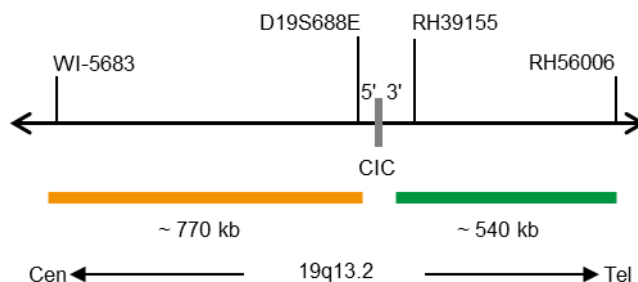

Fig. 1: SPEC CIC Mapa de la sonda (no está a escala)
- Polinucleótidos marcados en verde (excitación a 503 nm/emisión a 528 nm) ZyGreen (~10 ng/μl), dirigidos a secuencias localizadas en 19q13.2* (chr19:42,835,047-43,374,575) distales a la región del punto de ruptura de CIC (ver Fig. 1).
- Polinucleótidos marcados en naranja (excitación a 547 nm/emisión a 572 nm) ZyOrange (~4,5 ng/μl), dirigidos a secuencias localizadas en 19q13.2* (chr19:41,980,301-42,751,339) proximales a la región del punto de ruptura de CIC (ver Fig. 1).